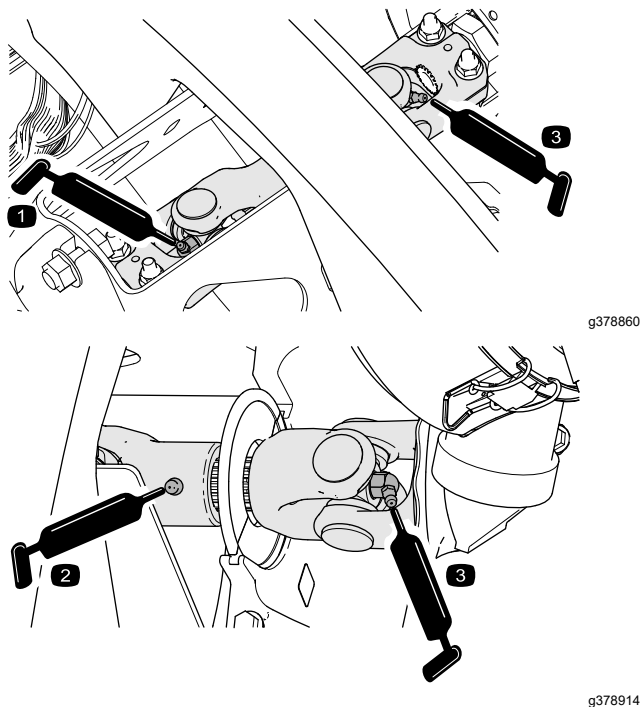

Рисунок 73
- Универсальный шарнир приводного вала насоса (3 шт.) (Рисунок 73)